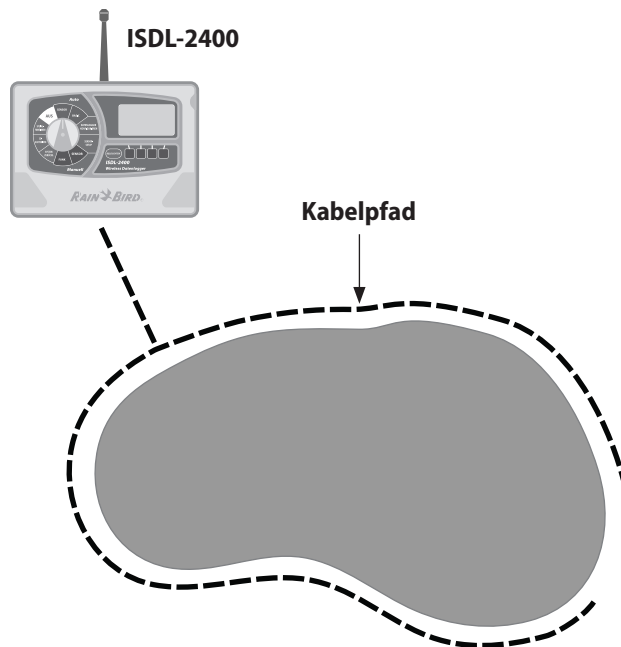

Abbildung 10 - Installation des Kabelpfades
- 1** Verlegen Sie mithilfe eines Spatens, Rasenschneiders mit Maulwurfschutz oder eines Vibrationspfluges das Kabel um die Grünfläche herum. Das Kabel muss tief genug verlegt werden, um Beschädigungen durch die Aerifizierung zu vermeiden (siehe Abbildung 10). Beginnen Sie entweder am Standort des Datenloggers oder am Standort der davon am weitesten entfernten Ventilbox.